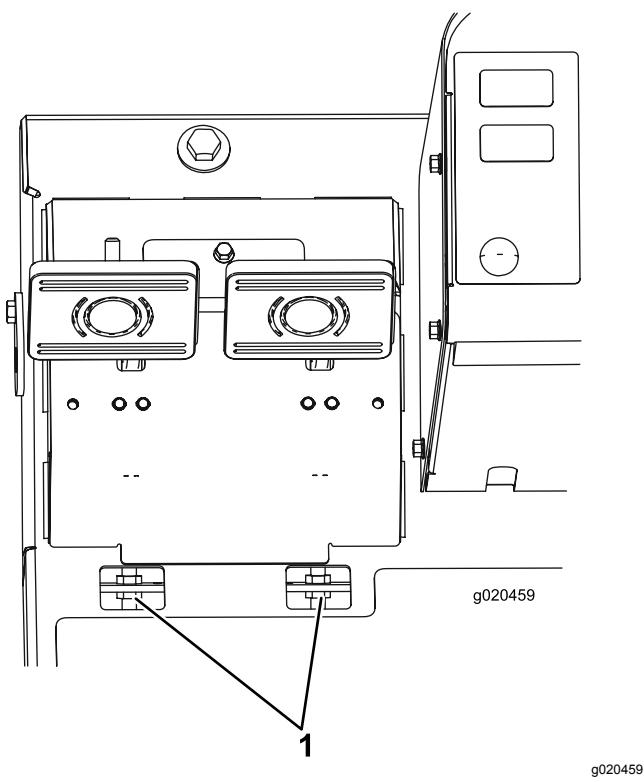

Figure 91
- B. Desserrez l'écrou avant sur l'extrémité filetée du câble de frein (Figure 91).